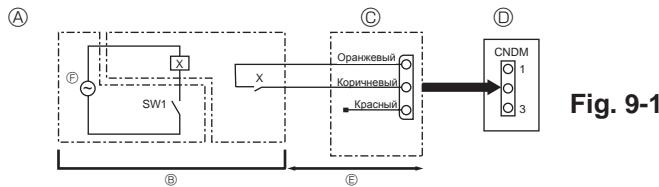

Fig. 9-1
9.1. Режим низкого шума (модификация "на месте") (Fig. 9-1)